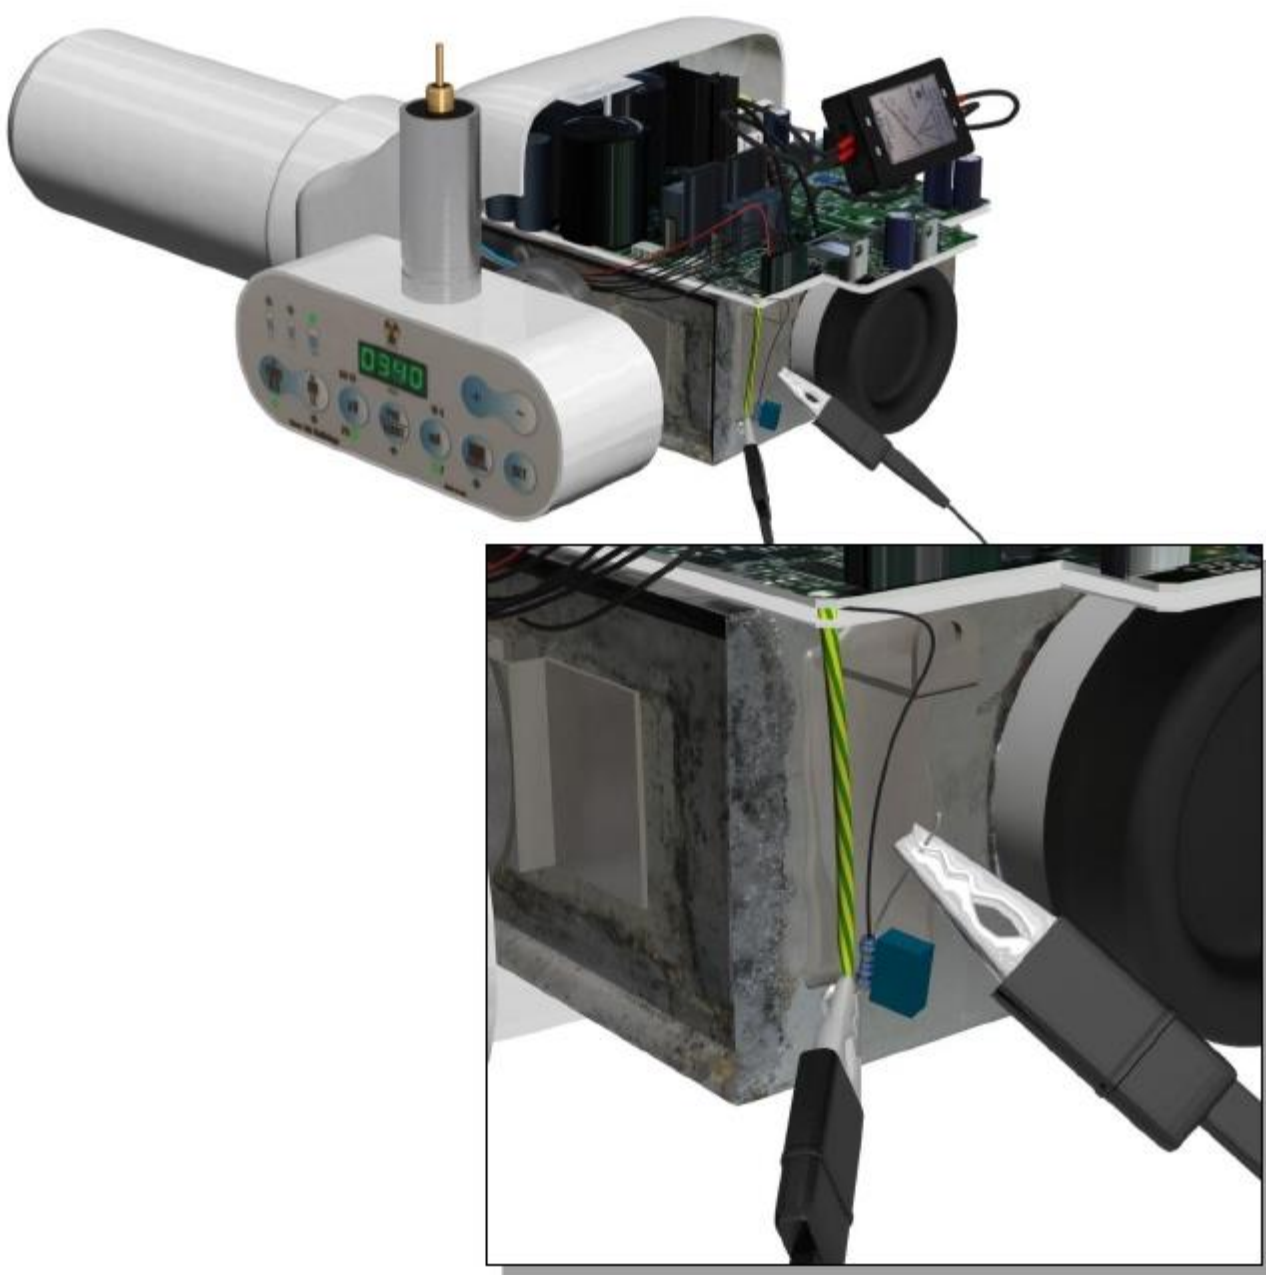

рис. 21
- ✓ После удаления задней панели, как на рис.21, подсоедините осциллограф/тестерпо обе стороны резистора к 1КΩ.
Необходимо установить полную шкалу измерителя в подходящем виде с целью измерения напряжения по обе стороны резистора; затем после позиционирования конца муфт измерителя по обе стороны резистора (как показано на предыдущем рис. 21), установите время экспозиции на достаточно долгое время, чтобы позволить измерителю прочитать напряжения (порядок величины экспозиции примерно 1 сек.) Ожидаемое значение, как и в предыдущем случае, составляет примерно 7В / 4 В в зависимости от значения тока, установленного на таймере (к каждому соответствует 1 мА)